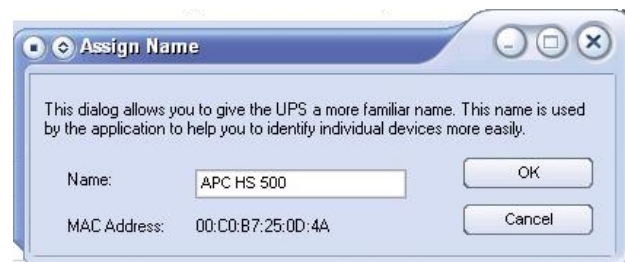

Figur 9. Assign IP Address-ruta
9. Om DHCP services saknas i nätverket, eller om du önskar tilldela en IP-adress som du lätt kommer ihåg, kan du tilldela en IP-adress manuellt till Back-UPS genom att klicka på knappen **IP Configuration**. Adressen du tilldelar måste följa samma format som visas i Figur 9 och man kan inte kopiera en redan tilldelad adress. Figur 10 visar IP Configuration -rutan med IP-adressfältet satt till noll (0).